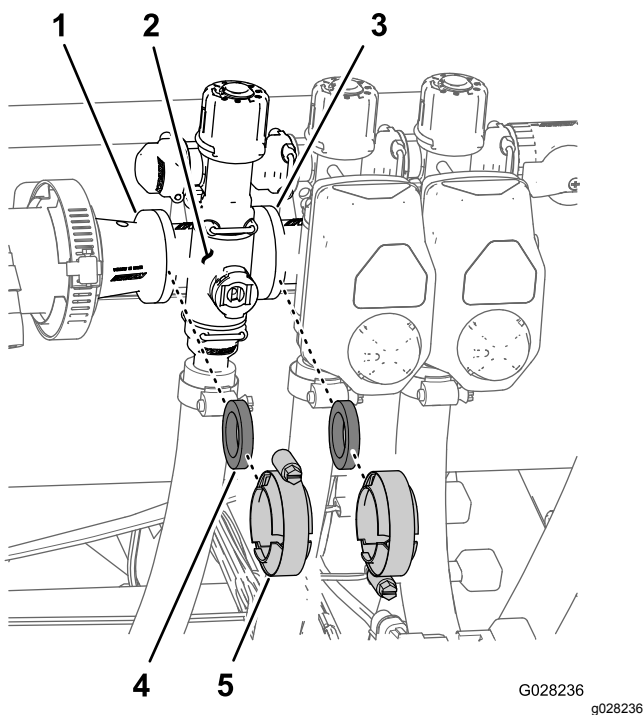

Figure 104
1. Déposez les colliers et les joints qui fixent le collecteur de la vanne de section (Figure 104) à la vanne de section adjacente (s'il s'agit de la vanne de section gauche, et accouplement réducteur).